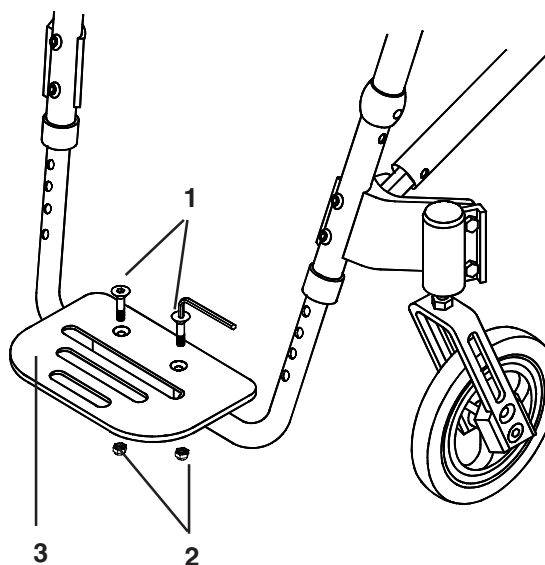

Fig. 24
Pour régler la position du repose-pieds (Fig. 24) retirer les deux vis (1) et les écrous (2). Tourner le repose-pieds (3) à 180° et replacer les deux vis et écrous, serrer en utilisant une clef Allen de 4 mm. Serrer jusqu'à 8-10Nm.